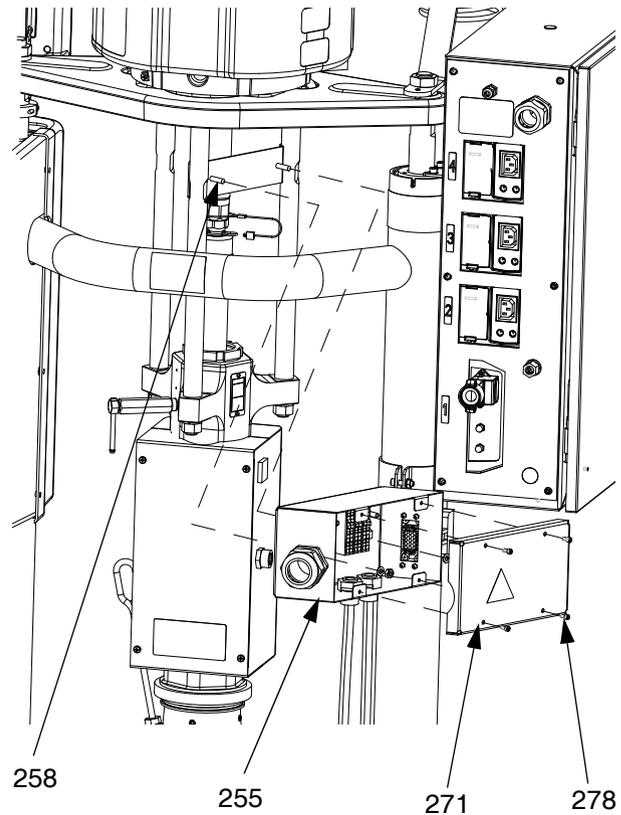

Fig. 36: Rimozione della scatola di giunzione D60
Reinstallare la scatola di giunzione (255) sulla staffa (258). Utilizzare le viti (278) per collegare il coperchio (271). Vedere la FIG. 36.